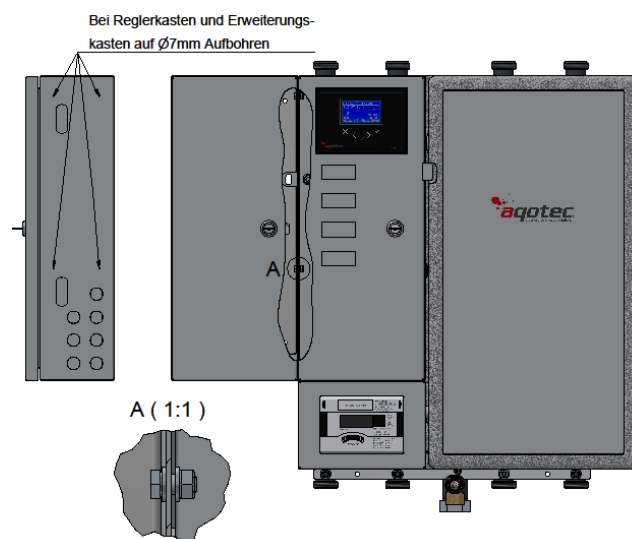

Abbildung 1
- Sowohl in das bestehende Reglergehäuse, als auch das Erweiterungsgehäuse, müssen 4 Löcher mit einem Durchmesser von 7 mm gebohrt werden, siehe Abbildung 1.